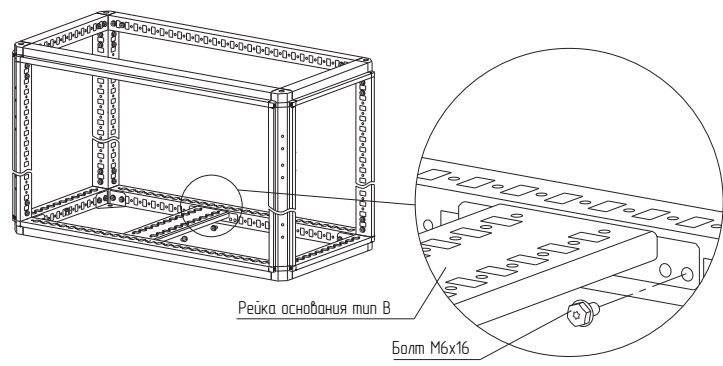

Рисунок 34
4.19.2 Установить рейку основания тип В на основание или крышу и закрепить болтами М6×16 (рисунок 34). Момент затяжки – 7 Н·м. Болты приобрести отдельно.